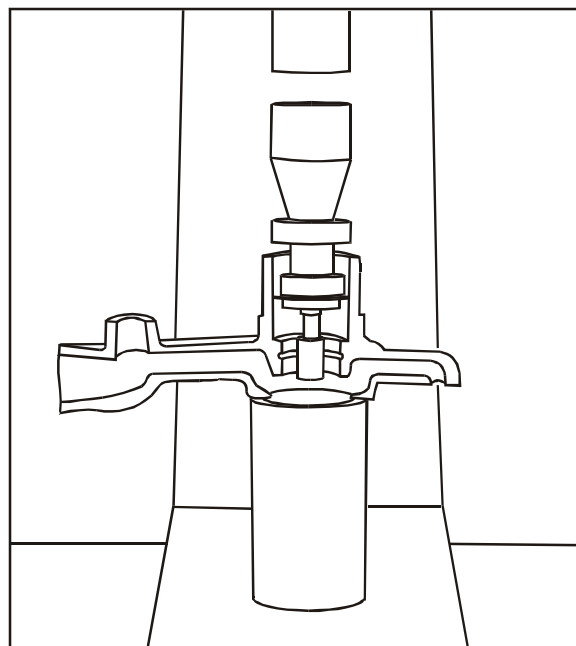

FIG 15
5. Monte a árvore na carcaça da bomba d'água com as ferramentas números: 8130419 e 8130417, **Fig. 15**.